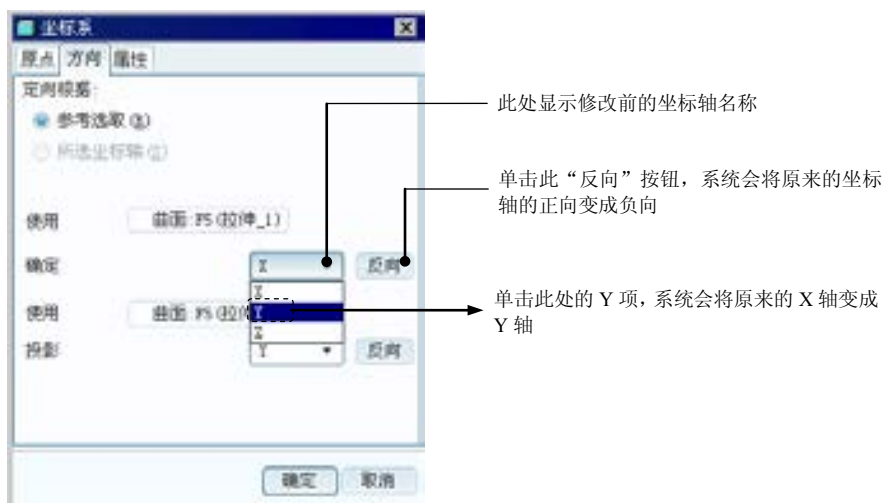

图 5.19.32 “坐标系”对话框的“方向”选项卡
Step4. 修改坐标轴的位置和方向。在图 5.19.32 所示的“坐标系”对话框中，打开 **方向** 选项卡，在该选项卡的界面中可以修改坐标轴的位置和方向，操作方法参见图 5.19.32 中的说明。